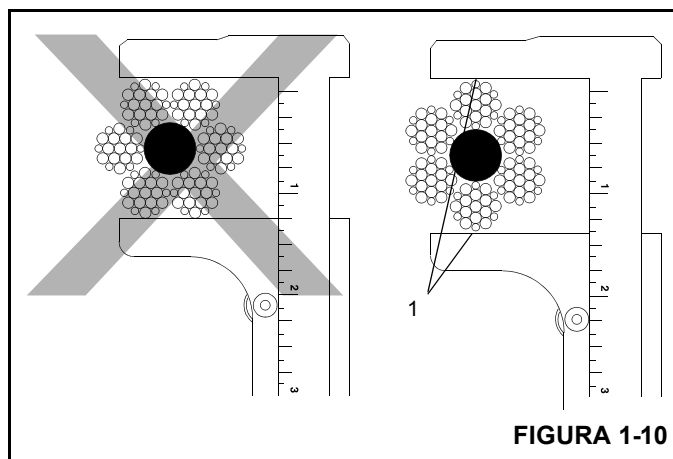

FIGURA 1-10
- Mida el diámetro del cable entre las coronas (1) de las trenzas para determinar si el cable se ha dañado Figura 1-10.